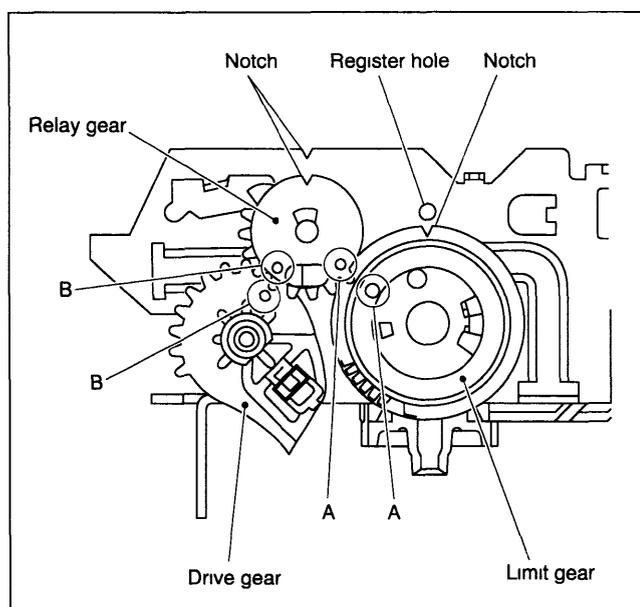

Fig. 2-3-7
- (1) Instale a engrenagem limitadora de modo que a fenda no lado externo da circunferência esteja alinhada com o furo do chassis (Veja Fig 2-3-7)
- (2) Instale então a engrenagem de controle de carregamento de modo que a fenda no lado externo da circunferência se alinhe com o furo no chassis, e ao mesmo tempo, o furo A desta se alinhe com o furo A da engrenagem limitadora e o furo B da engrenagem de controle de carregamento se alinhe com o furo B da engrenagem de comando de carregamento (Veja Fig 2-3-7)